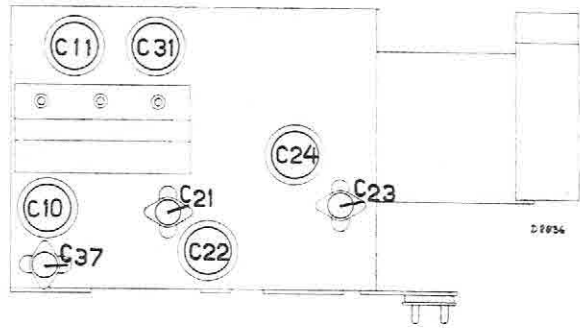

Fig. 4
6. Régler C24 sur la puissance de sortie maximum; ensuite C21 (voir figure 4).
9. Régler C22 sur la puissance de sortie maximum et ensuite C23 (voir la figure 4).
6. Régler sur la puissance de sortie maximum dans l'ordre suivant: C31, C11, C10, C31, C11 (voir figure 4).